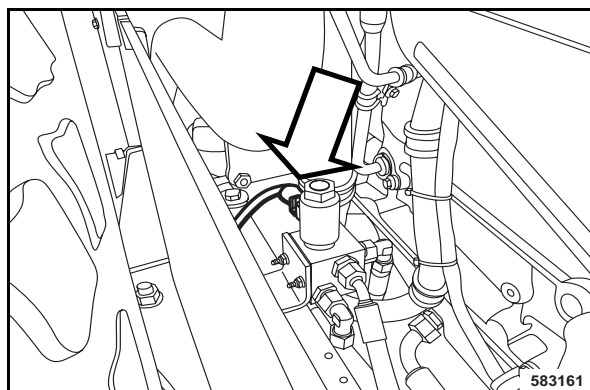

Fig. 133
- Retirer le connecteur de l'électrovanne du frein de parking (Fig. 133).
- Rebrancher le connecteur de l'électrovanne du frein de parking (Fig. 133).